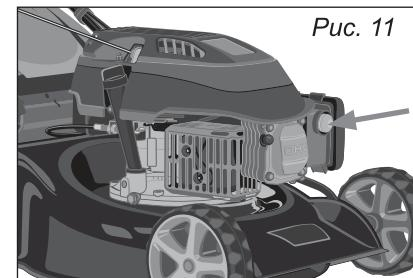

Рис. 11
- Нажмите 3-4 раза на кнопку подкачки топлива (рис. 11).